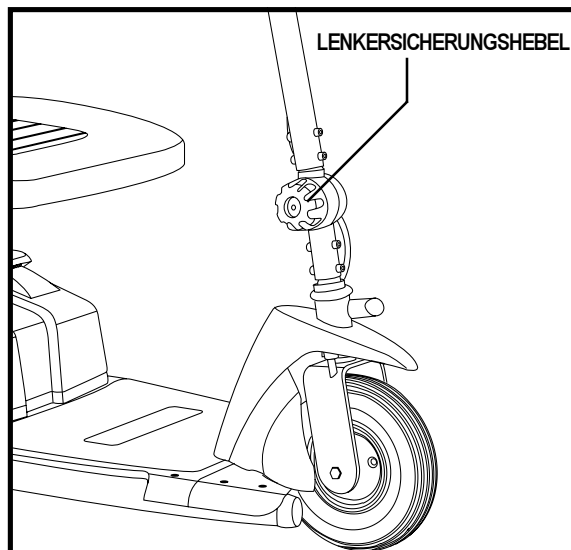

Abb. 9. Lenker Einstellung
1. Lenkersicherungshebel entgegen dem Uhrzeigersinn drehen, bis er sich lockert. Siehe Abb. 9.